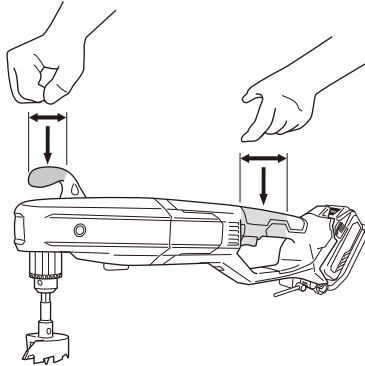

图1
2. 操作时请确保牢牢握住工具。否则可能导致事故或受伤。(图1)